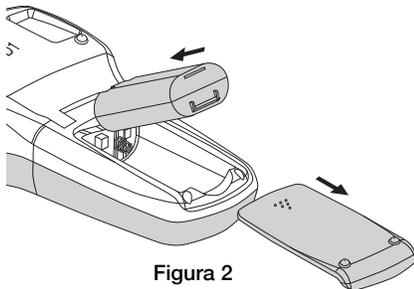

Figura 2
- 1 Far scorrere il coperchio del vano batteria per toglierlo dall'etichettatrice. Vedere la Figura 2.